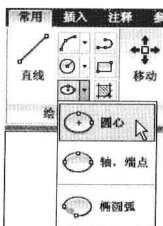
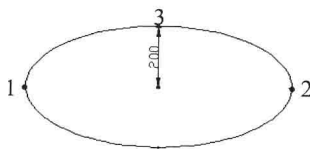

图 3-5-14
图 3-5-15
(1) 在“绘图”面板中椭圆创建按钮有三种，默认情况下只显示“轴，端点”按钮 ，其他按钮隐藏，单击“轴，端点”按钮  右侧的下拉按钮，展开按钮列表，如图 3-5-14 所示。
(2) 单击“轴，端点”按钮 ，命令行提示“指定椭圆的轴端点或[圆弧 (A) / 中心点 (C)]”，在视图中单击指定第一条轴的第一个端点，或者在命令行中输入这个点的坐标值。
(3) 命令行提示“指定轴的另一个端点”，在视图中单击指定第一条轴的第二个端点。
(4) 命令行提示“指定另一条半轴长度或 [旋转 (R)]”，在视图中移动十字光标从椭圆的中心拖出一条直线，这条直线就是第二条轴的二分之一长度，即半轴，单击确定其长度，椭圆创建完成，如图 3-5-15 所示。